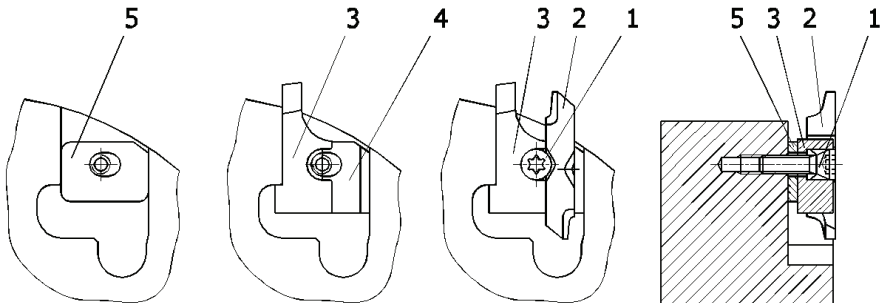

Abb. 1
(s. Abb. 1)
2. Schraube (1) mit Torxschlüssel lösen und vollständig aus dem Messersitz entfernen.
3. Schneide (2) aus der Messeraufnahme entfernen.
4. Messeraufnahme (4) und alle dazugehörigen Einzelteile reinigen. Darauf achten, dass alle Spannflächen frei von Verschmutzungen, Öl, Fett und Wasser sind.
5. Gewendete oder neue Schneide präzise einsetzen (s. Abb. 1).
3. Schneide (2), Abweiser (3) und gegebenenfalls Unterlagsfolie (5) aus der Messeraufnahme entfernen.
6. Die neue Schneide und den dazugehörigen Abweiser präzise in die Messeraufnahme einsetzen (s. Abb. 1). Der richtige Abweiser ist mit der entsprechenden Artikelnummer der Schneide und der Endung "PA" oder "PI" beschriftet (z.B. KF216140PA oder KF216140PI).